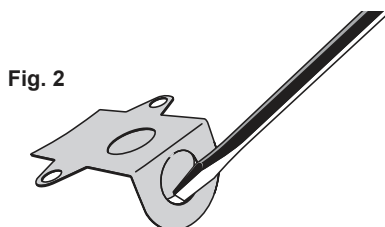

Fig. 2
2. La cubierta del compartimento de cableado cuenta con dos troqueles. Para las instalaciones en pared, extraiga el troquel en la parte posterior (Fig. 2). Si instalará el artefacto a un poste con un conducto o un prensacable, extraiga el troquel inferior (Fig. 3). Adhiera un conector de abrazadera, un prensacable o un conector de conducto al lugar donde se extrajo el troquel. Pase los cables por los conectores antes de volver a colocar la cubierta del compartimento de cableado.
2. Le couvercle du compartiment des fils comporte deux entrées sectionnables. Pour les installations murales, retirez l'entrée sectionnable située à l'arrière (Fig. 2). Si le luminaire est monté sur un poteau à l'aide d'un tube ou d'un réducteur de tension, retirez l'entrée sectionnable du bas (Fig. 3). Fixez un connecteur à pince non métallique, un réducteur de tension ou un connecteur de tube à l'endroit où l'entrée sectionnable a été retirée. Faites passer les fils dans les connecteurs avant de remettre en place le couvercle du compartiment des fils.